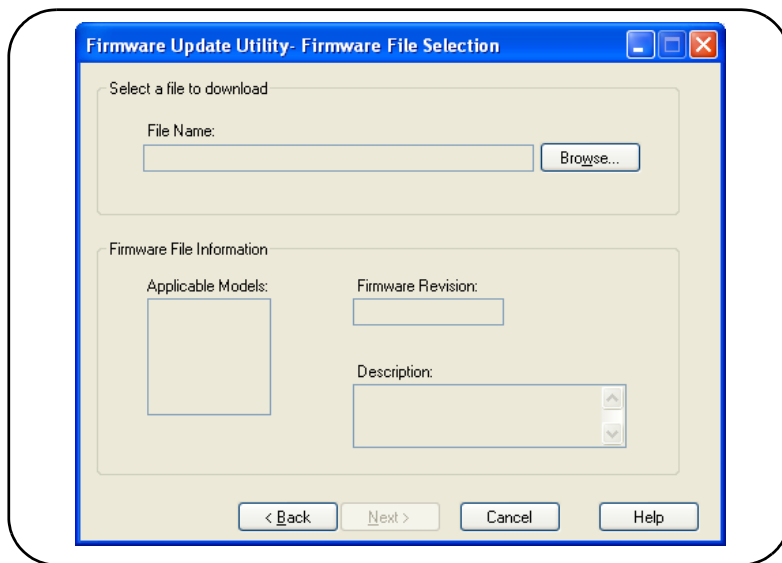

図2-10. アップデート・ファイルのパスの選択。
2. **Next**を押し、**Browse**ボタンを使用して、ファームウェア・ファイルのパスを指定します（図2-10）。指定すると、‘**Applicable Models**’ ウィンドウに、測定器のモデル番号と、リビジョンおよび測定器の説明が表示されます。**Next**を選択します。